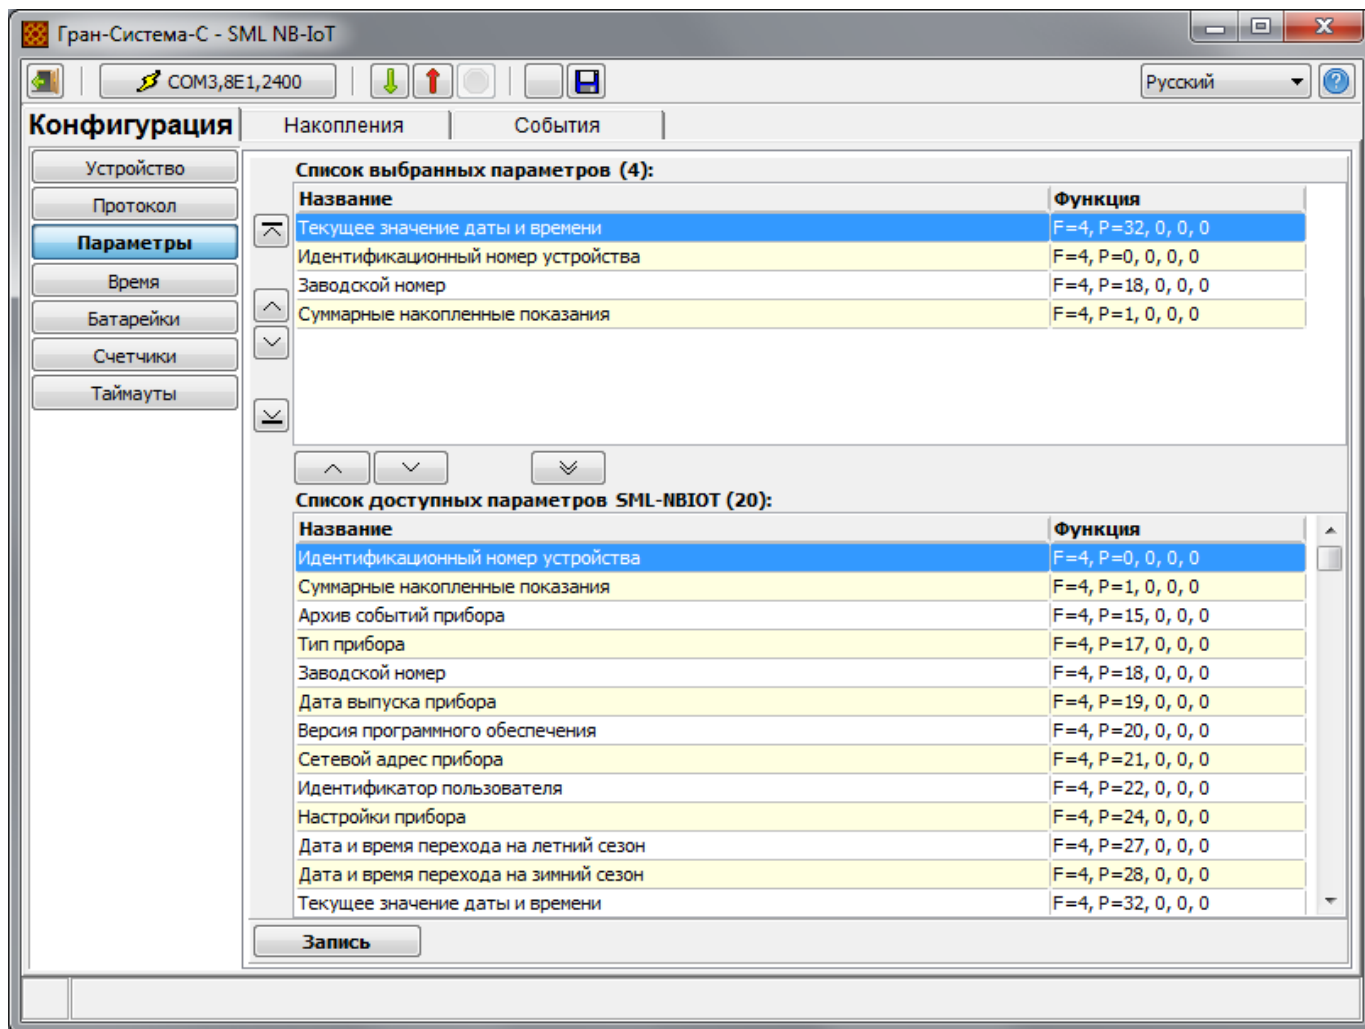

Рисунок 12 – Закладка «Конфигурация» «Параметры»
3.2.10.1 На закладке «Конфигурация» «Параметры» выбираются параметры модуля для передачи на сервер данных (рисунок 12):